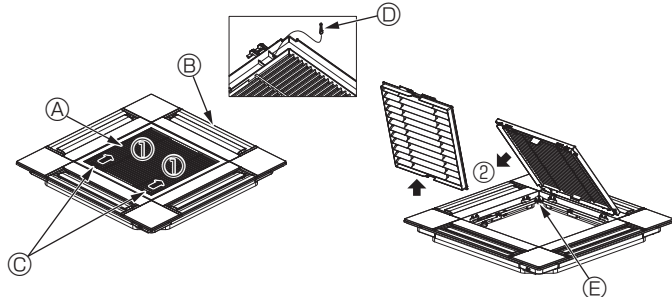

Fig. 10-3
10.2.1. Снятие решетки впуска воздуха (Fig. 10-3)
- Переместите рычаги на решетке на впуск воздуха по направлению, обозначенному стрелкой ①. Решетка откроется.
- В открытом положении решетки впуска воздуха снимите петлю, как показано стрелкой ②.